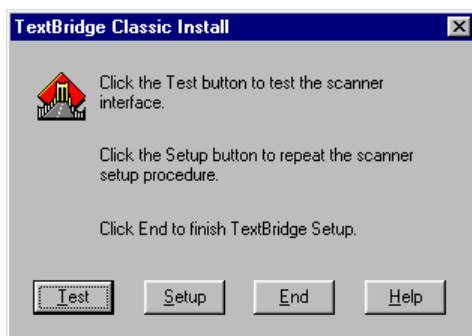

Figura 8: Concluir a instalação
13. Nesta lista, seleccione 'Trust SCSI Scan 19200 Excellence Series / 32' e faça clique em 'Select'. É visualizada uma janela semelhante à da figura 8.